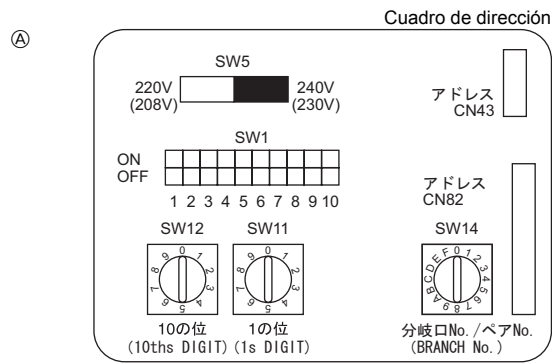

Fig. 5-5
5.5. Configuración de las direcciones (Fig. 5-5)
- ① Cómo ajustar direcciones